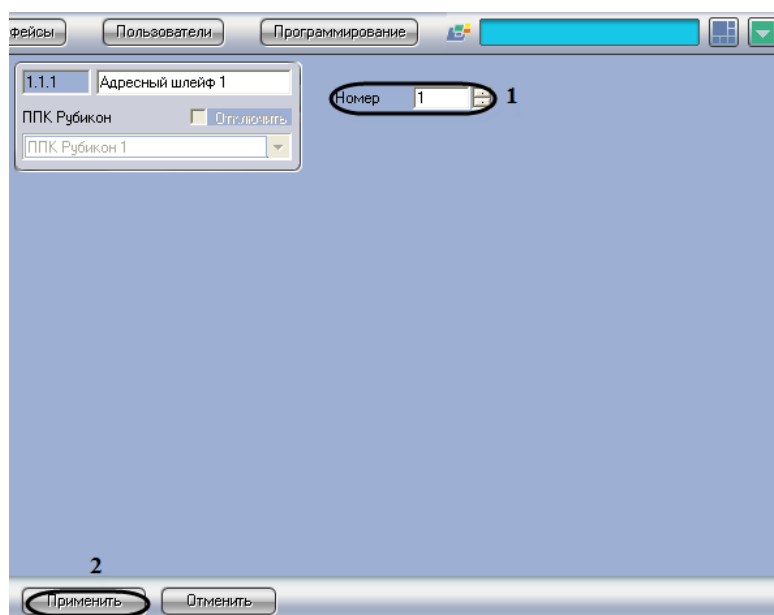

Рис. 3.4—2 Панель настроек объекта Адресный шлейф
2. В поле **Номер** необходимо с помощью кнопок **вверх-вниз** ввести порядковый номер в списке устройств (см. Рис. 3.4—2, 1).
3. Для сохранения внесенных изменений необходимо нажать кнопку **Применить** (см. Рис. 3.4—2, 2).